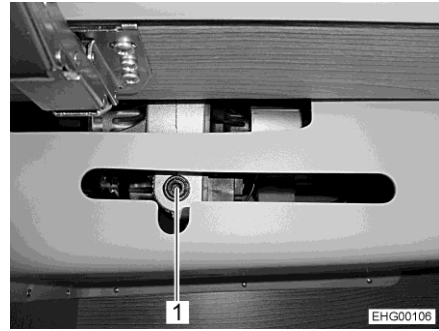
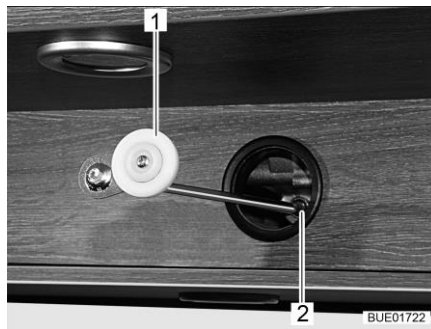

Fig. 151 Acceso al accionamiento (atrás de revestimiento en el armario de pared)
Fig. 152 Manejo mecánico, accionamiento
- Si el alojamiento (Fig. 151,1) para el accionamiento está instalado en el armario de pared: abrir el armario de pared.
- Insertar la manivela (Fig. 152,1) entregada o una llave Allen en el alojamiento en el motor (Fig. 151,1 y Fig. 152,2).